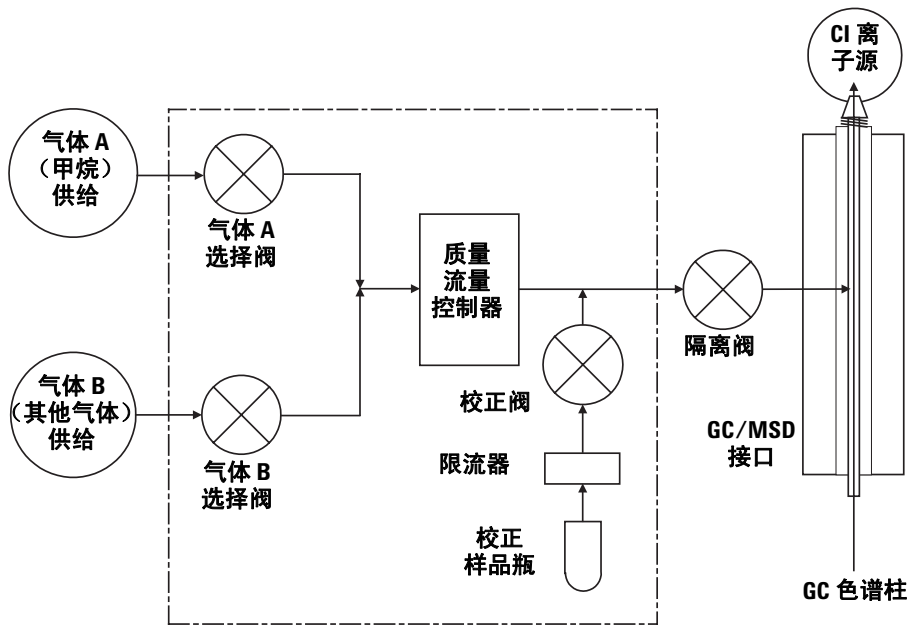

图 27 CI 流量控制模块示意图
- 1 请参阅 图 27 和 表 17。
- 通过关闭气体选择阀开头部分的阀门（先关**气体 A**，再关**气体 B**），然后关闭隔离阀（**关闭阀**。）请参阅图 27 和表 17。